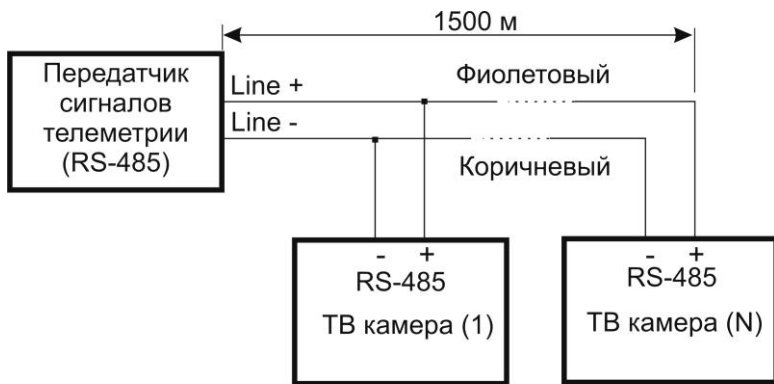

Рис.2. Схема подключения цепи управления ТВ камеры по стандарту RS-485. Нагрузку включить на конце линии управления.
4.4. Схема подключения ТВ камеры к цепи управления по стандарту RS-485 приведена на рис. 2.